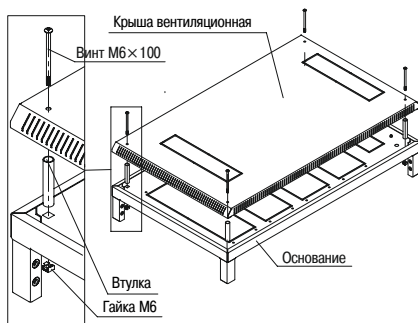
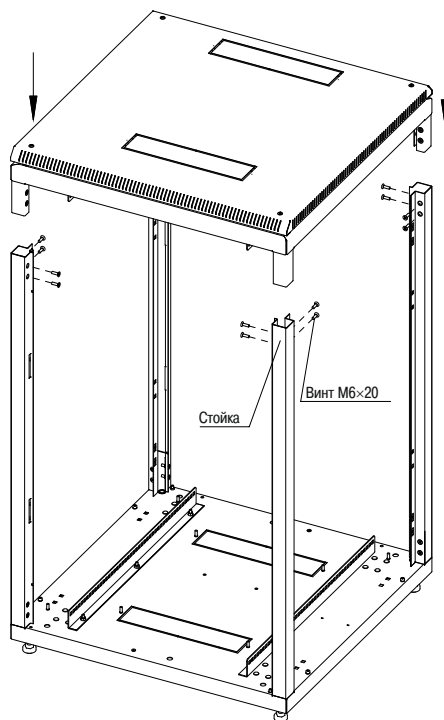

Рисунок 2 – Верхнее основание
Рисунок 4 – Установка «основания-крыши»
4.2.2 Соедините и закрепите верхнее основание с крышей вентиляционной с помощью винтов М6×100 и втулок, для этого в начале установите закладные гайки М6 на верхнем основании, затем вкрутите винты М6×100 в гайку М6 через втулку (рисунок 2).
4.2.4 Вставьте в установленные стойки собранный узел «основание-крыша» (рисунок 2), закрепите винтами (рисунок 4).